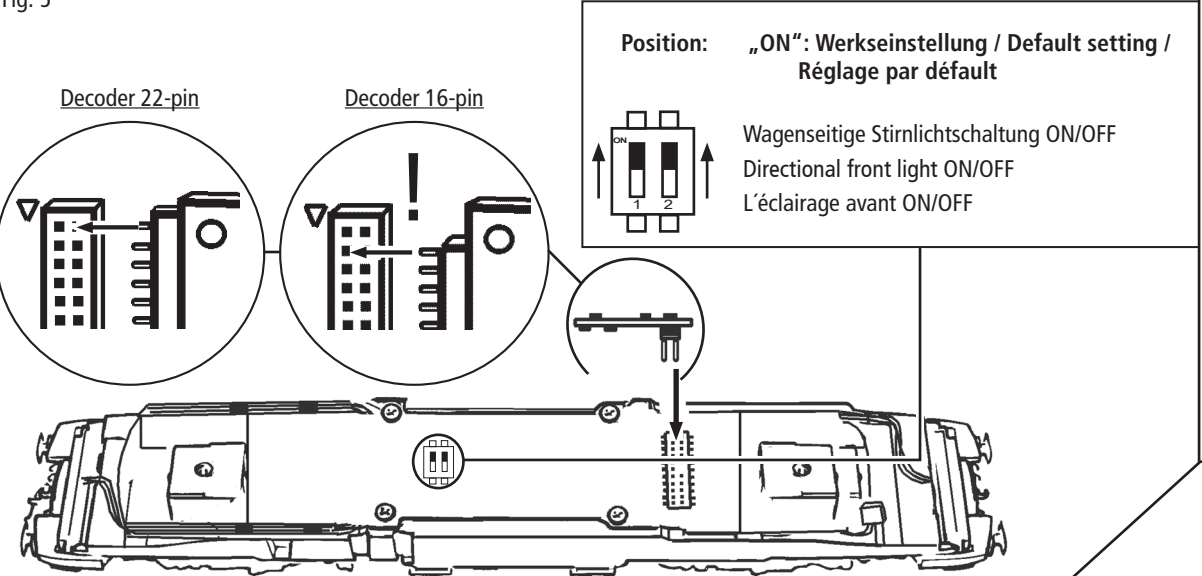

Fig. 6
4. Motorwechsel: Lokgehäuse abnehmen (Fig. 3). Danach wird der Motor ausgebaut und ausgetauscht (Fig. 6).
4. Motor Changing: First remove loco body (fig. 3), and then the motor (fig. 6).
1. Nettoyage des lames de courant aux roues: Les lames de contacts risquent de s'encrasser rapidement sur des voies poussiéreuses. Veuillez **enlever la poussière** aux endroits marqués à la fig. 6 à l'aide d'un petit pinceau souple.